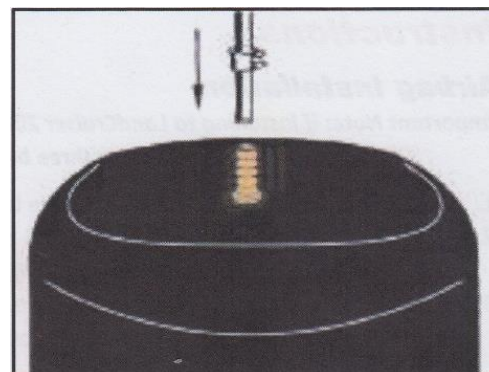

Рис. 1: Крепление шланга к пневмобаллону
8. Подсоедините воздушный шланг к пневмобаллону (рис. 1):